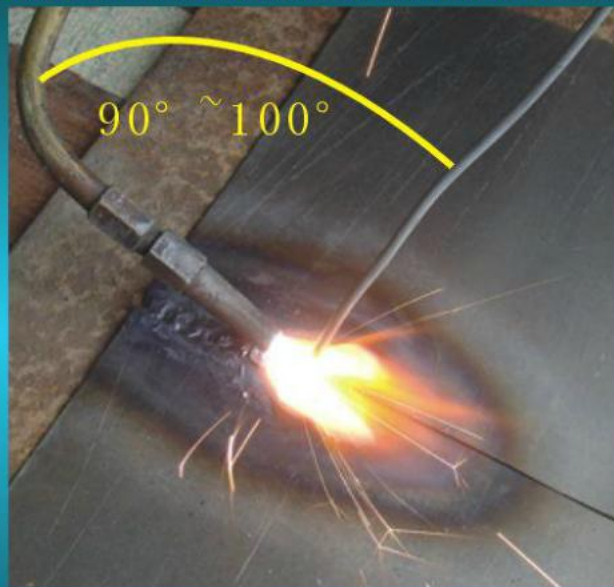

图3-75
(1) 平焊。如图3-75所示。焊接开始时，焊炬与焊件的角度可大些，随着焊接过程的进行，则焊炬与焊件的角度可减小些。焊丝与焊炬的夹角应保持在 $90^\circ$ 左右。